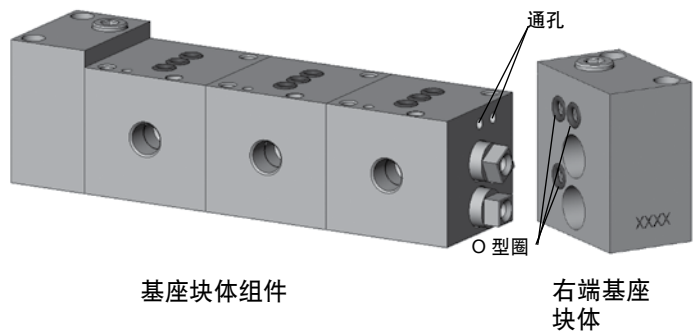

图 3
5. 把一个**右侧端部基座块**装到组件上, 把右侧端部基座块 **O 型圈** (9-007) 与最后一个基座块上的通孔对准。使用一个 9/64 in. 六角扭矩扳手穿过右侧端部基座块把该端部基座块体插件螺钉拧到基座块插件上, 并拧紧至 35 到 45 in.·lb (4.0 到 5.1 N·m)。参见图 3。